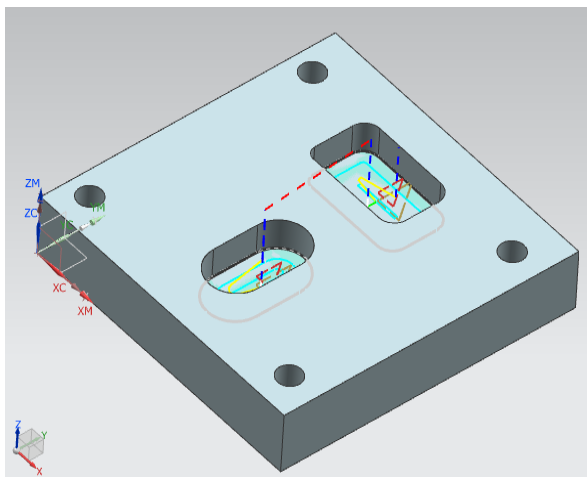

Рисунок 45 Траектория резания
13. Нажмите «Генерировать»  (рисунок 45).